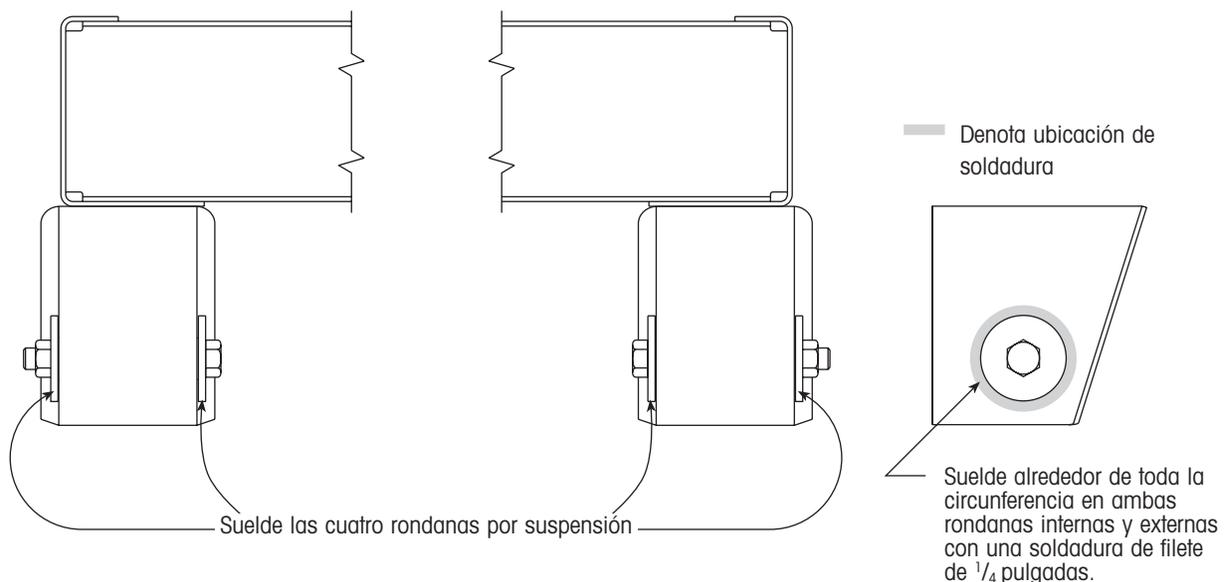

Figura 30. Ubicación de soldadura en rondana soldable
6. Suelde alrededor de las rondanas internas y externas en cada lado del eje con una soldadura de filete de $\frac{1}{4}$ " (figura 30).